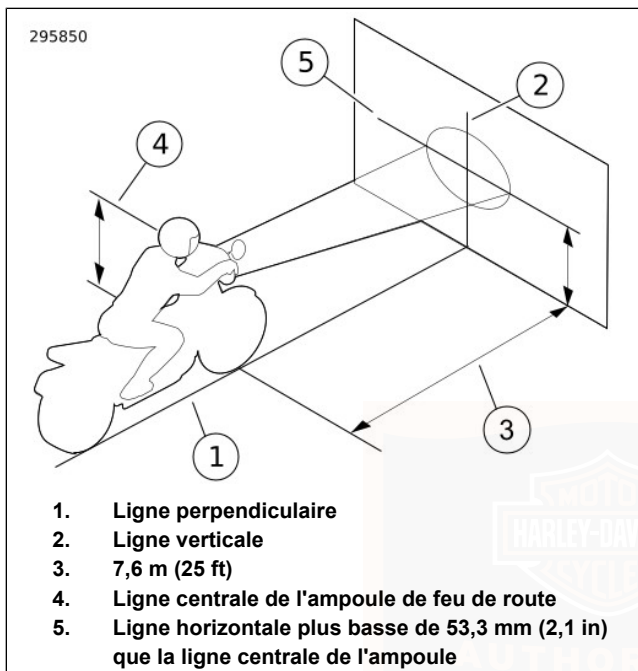

Figure 51. Vérification de l'alignement du phare
4. Voir Figure 51. Garer la moto sur une ligne (1) perpendiculaire au mur.
6. Tracer une ligne verticale (2) sur le mur.
8. Mesurer la distance (4) entre le sol et le centre de l'ampoule de feu de route.